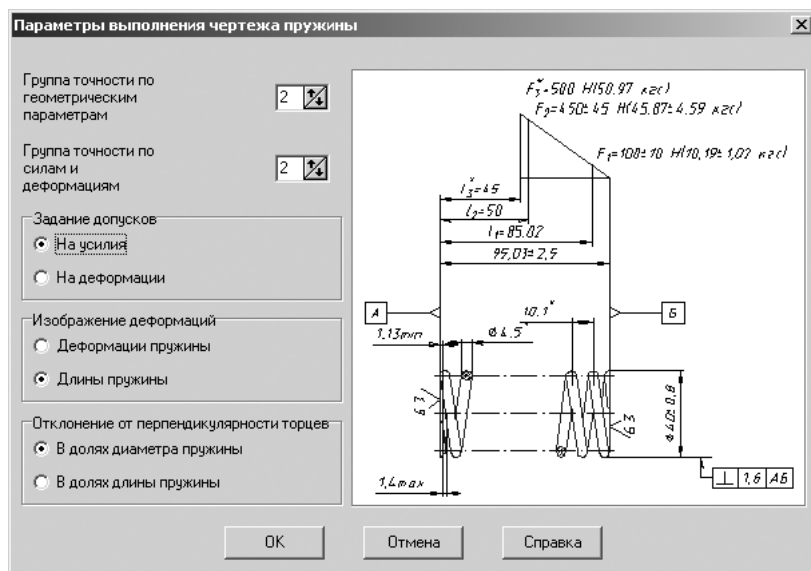

Рис. 4.43. Диалоговое окно **Параметры выполнения чертежа пружины**
- щелкните в диалоговом окне **Построение пружины растяжения** по кнопке **Параметры размеров и диаграммы**. Появится диалоговое окно **Параметры выполнения чертежа пружины**, см. рис. 4.43;